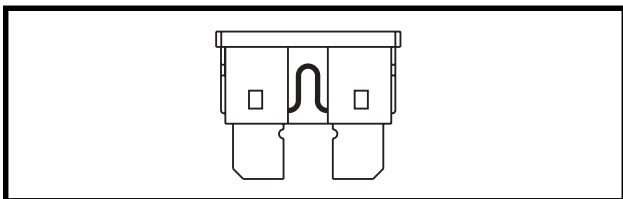

Abb. 21. Betriebsfähige Sicherung
- Sicherung auf Durchbrennen überprüfen. Siehe Abb. 21 und 21A.